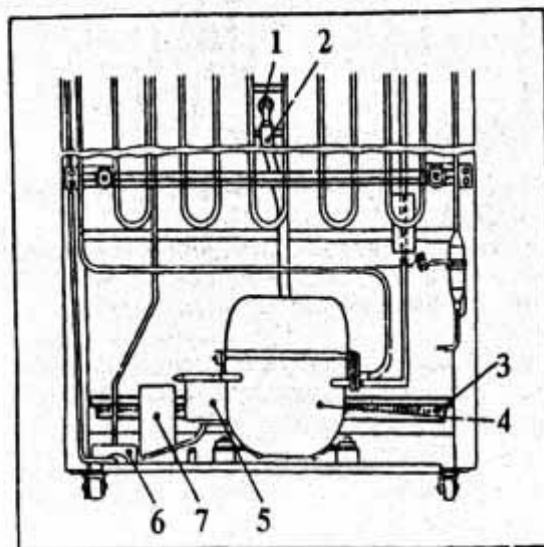
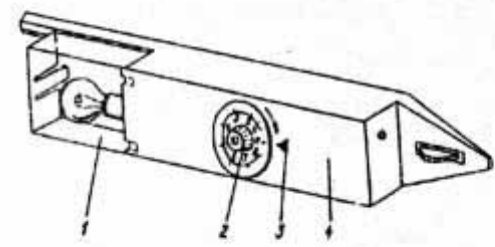

Рис.3. Вид холодильника сзади:
Рис.5. Схема расположения ручки терморегулятора, плафона:
4.5. В процессе эксплуатации или уборки холодильника, а также уборки помещения не допускайте попадания влаги на компрессор 4 (рис.3), пускозащитное реле 5, клеммную колодку 6, электропроводку и на токоведущие части, расположенные в холодильном отделении за панелью 4 (рис.5).
6.1. Включите холодильник в электросеть штепсельной вилкой сетевого шнура. При включении (выключении) штепсельной вилки холодильника в розетку электрической сети ручка терморегулятора 17 (рис.1), 2 (рис.5) должна быть в положении 0. Холодильник включается в работу поворотом ручки терморегулятора по часовой стрелке; при включении (и выключении) должен ощущаться лёгкий щелчок.
6.2. Желаемый температурный режим в отделениях холодильника устанавливается путём поворота ручки терморегулятора в диапазоне делений от 1 до 8 до совмещения выбранного деления с указателем 3 (рис.5). (Деление 1 соответствует наиболее высокой температуре в отделениях, деление 8 - наиболее низкой температуре). При этом обеспечивается плавная регулировка режима, о чём